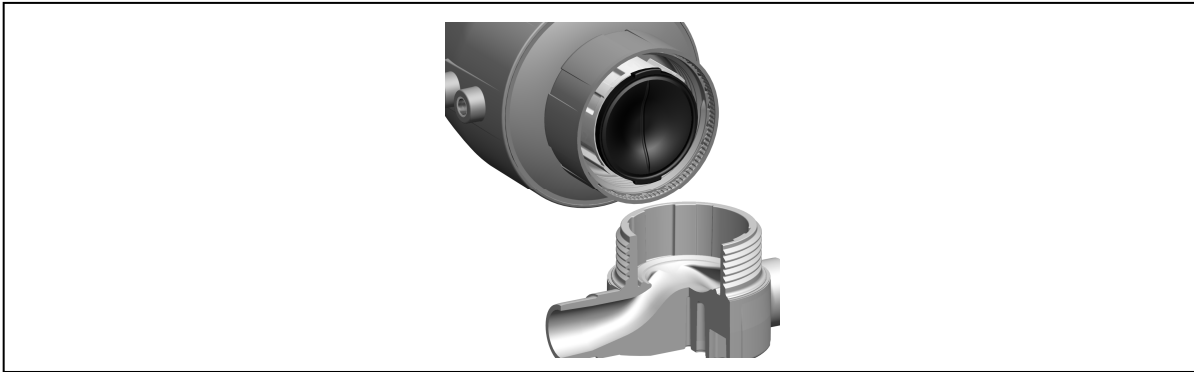

Рис. 14
- ▶ Перестройте диафрагму, параллельную части сжатия. Счета диафрагмы должны быть помещены между узкими направляющими барами внутреннего жилья, видеть рис. 14